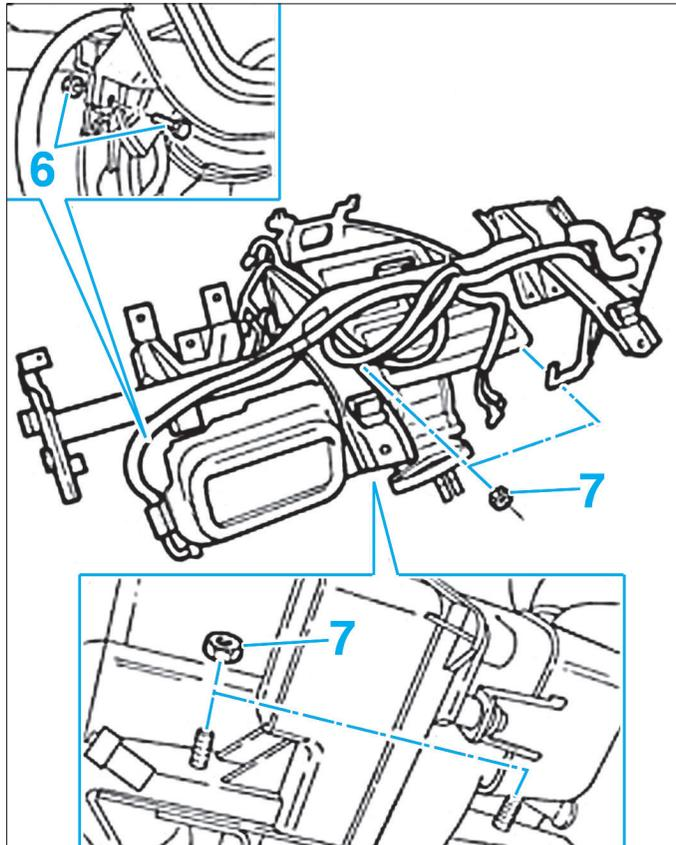

FIG. 14
- Débrancher les connecteurs d'alimentation, puis déposer la vis (6), puis les écrous (7) (Fig.14).